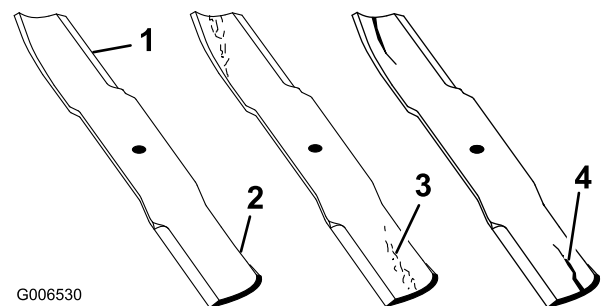

Figure 76
1. Examinez le tranchant des lames (Figure 76). Si les lames coupent mal ou présentent des indentations, déposez-les et aiguisiez-les (voir Aiguisage des lames).
2. Inspectez les lames, surtout la partie incurvée. Remplacez immédiatement toute lame fendue, usée ou qui présente une entaille (Figure 76).